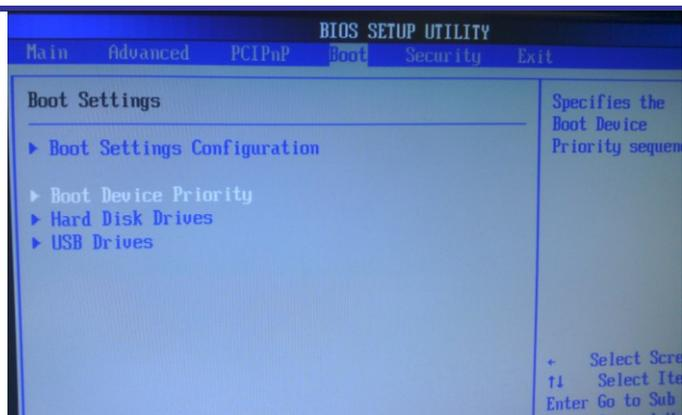

图 2-2 BIOS 设置 1
- (1) 用户需准备 USB 启动盘一个，并将产品光盘中的 GHOST.exe 及 GUS -DOS.gho 文件拷贝至 U 盘。
- (2) 将 USB 启动盘与 GUS Controller 系列运动控制器通过 USB 口连接，系统上电。
- (3) 在启动过程中按下 DEL 键进入 BIOS 设置界面(如图 2-2 所示)，选择“Boot”，然后进入 Boot Device Priority 选项，按回车。